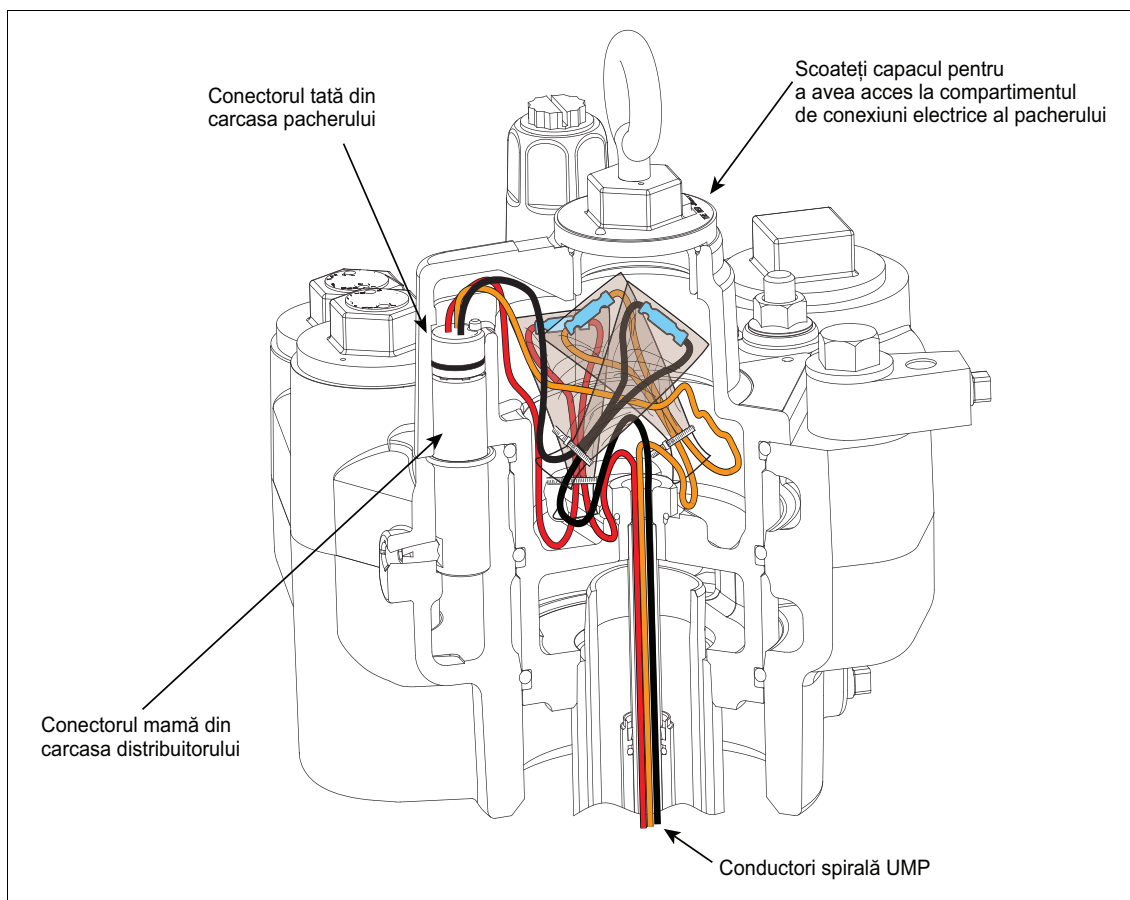

Figura 13. Conectarea UMP la conductorii pachetului
16. După ce ați terminat etanșarea conductorilor, înfășurați conductorii în interiorul compartimentului de cabluri al pachetului, cât mai îngrijit posibil (vezi Figura 13). Pentru claritate, pachetele cu rășină epoxidică sunt prezentate transparent.